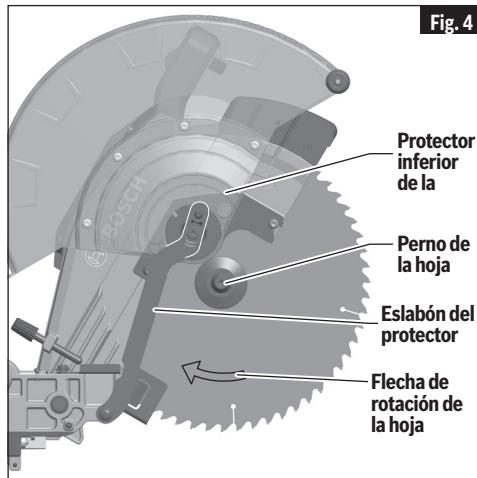

Fig. 4
2. Rote el protector inferior de la hoja hasta que haya acceso despejado al perno de la hoja (Fig. 4).
- Maneje cuidadosamente la hoja nueva. Asegúrese de que la flecha de rotación ubicada en la hoja coincida con la flecha de rotación ubicada en el protector inferior. Deslice la hoja hacia arriba, entre los lados del deflector de virutas y por el eje portaherramienta. Mueva la hoja de manera que su agujero para eje portaherramienta vaya alrededor del anillo de soporte de la arandela interior (vea las Fig. 4 y 5).